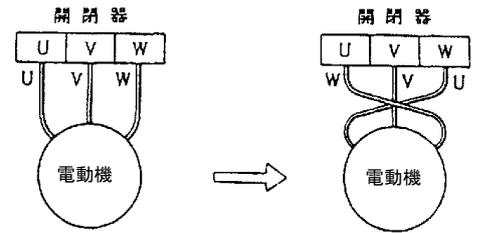

図 7
- (1) スイッチを 1~2 度入れたり切ったりして始動に異常のないことをご確認ください。
- (2) 次に回転方向を確認してください。ポンプを運転し、気泡の発生が異常に少なく、かつ攪拌力が弱く、異常音が発生し過電流になる場合は逆回転ですから、三相のうち二相を入れ替えてください。(図 7 参照)